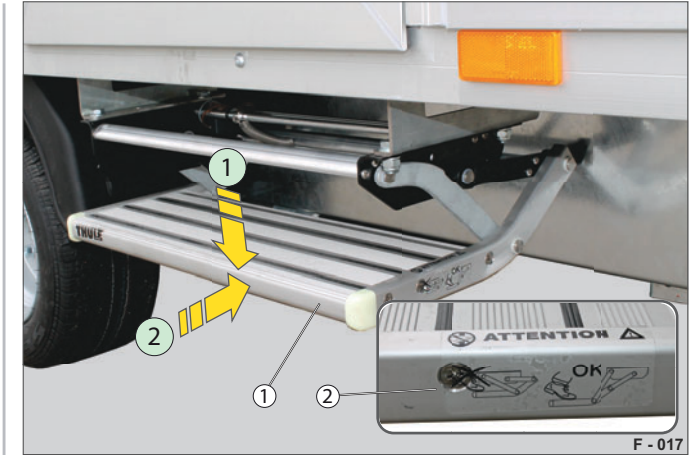

Abb. 17 Treppe in Fahrstellung
- ▶ Drücken Sie die Trittstufe (Abb. 17/1) mit Fuß nach unten (Schritt 1). Die Trittstufe fährt selbstständig ein (Schritt 2).
- ▶ Beachten Sie den Warnaufkleber (Abb. 17/2) an der Trittstufe.